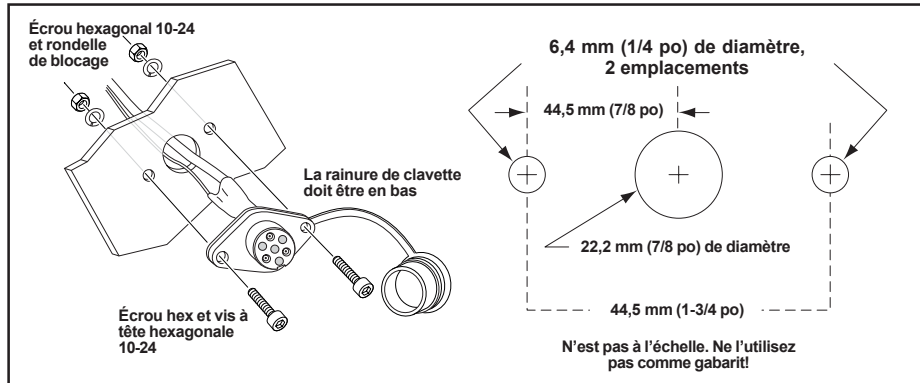

Figure 6 : installation de la prise de télécommande
- Après avoir déterminé l'emplacement où sera installée la prise de télécommande, percez trois trous et installez-la. (Voir figure 6.)